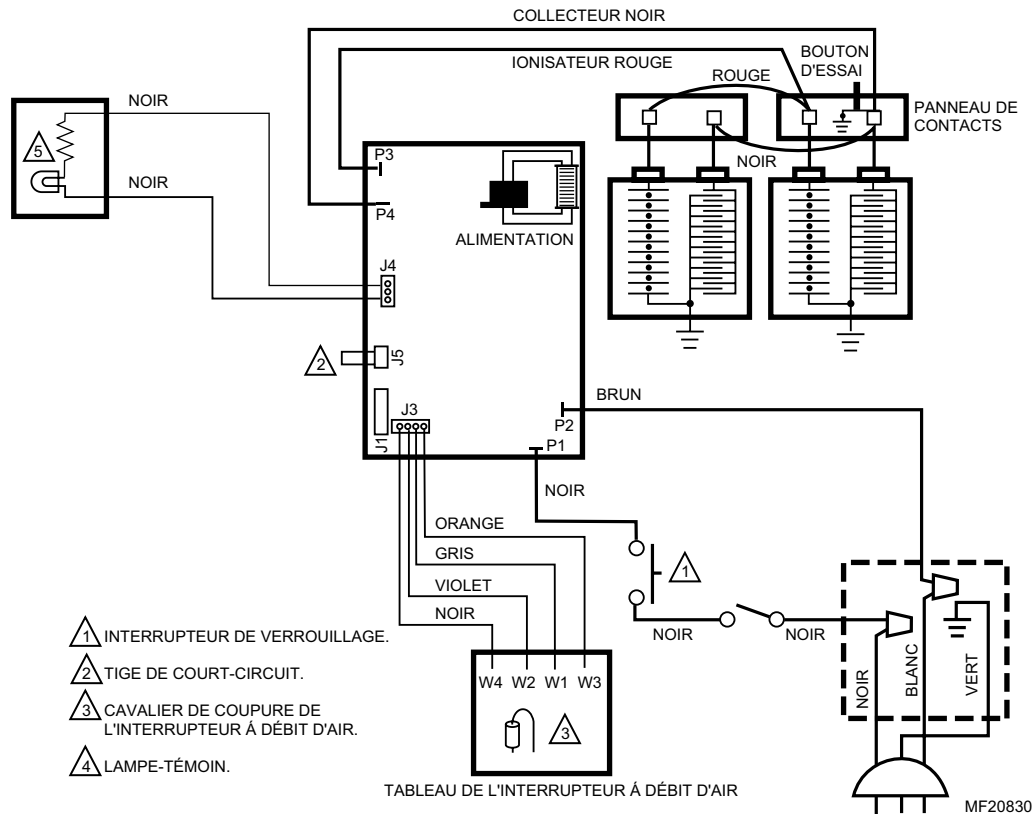

Fig. 9. Schéma interne du filtre à air électronique avec le W8600F.
- Lorsque le ventilateur du système se met en marche, l'interrupteur à débit d'air détecte une pression négative dans la gaine d'air et met le filtre à air sous tension. Si l'alimentation du filtre à air est commandée par un autre interrupteur, comme par exemple un interrupteur à ailettes ou un circuit à minuterie, l'interrupteur à débit d'air peut être mis hors service : il suffit de couper le cavalier à l'arrière de la plaque de circuit imprimé de l'interrupteur à débit d'air. Voir la Fig. 9.
- Brancher le filtre à air électronique directement dans la prise ayant la tension et la fréquence indiquées. Voir la Fig. 9 pour observer le schéma de raccordement interne.